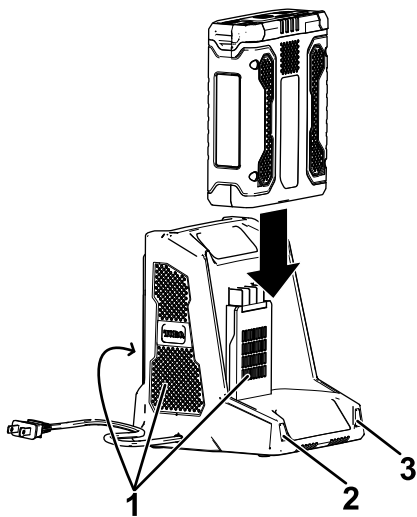

Figure 25
4. Glissez la batterie dans le chargeur jusqu'à ce qu'elle soit bien enclenchée (Figure 25).